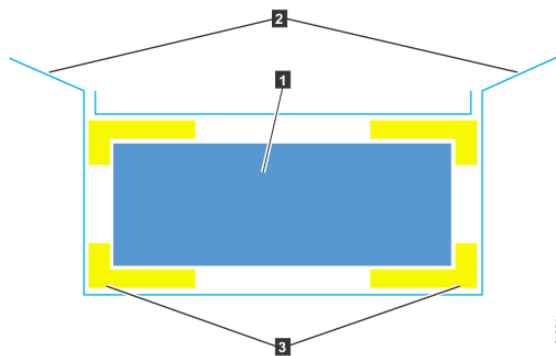

图 50. 包装材料
3. 剪开装运箱的边角，将其折起以露出扩展机柜，如第 49 页的图 50 所示。